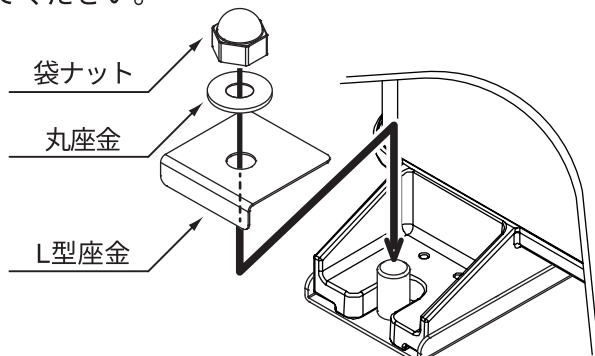

図4) 蓄電池本体の固定
- 下図4)のように、屋内設置用金具に付属の袋ナット、および、L型座金、丸座金で固定します。20N・m（204kgf・cm）のトルクで、確実に締め付けてください。